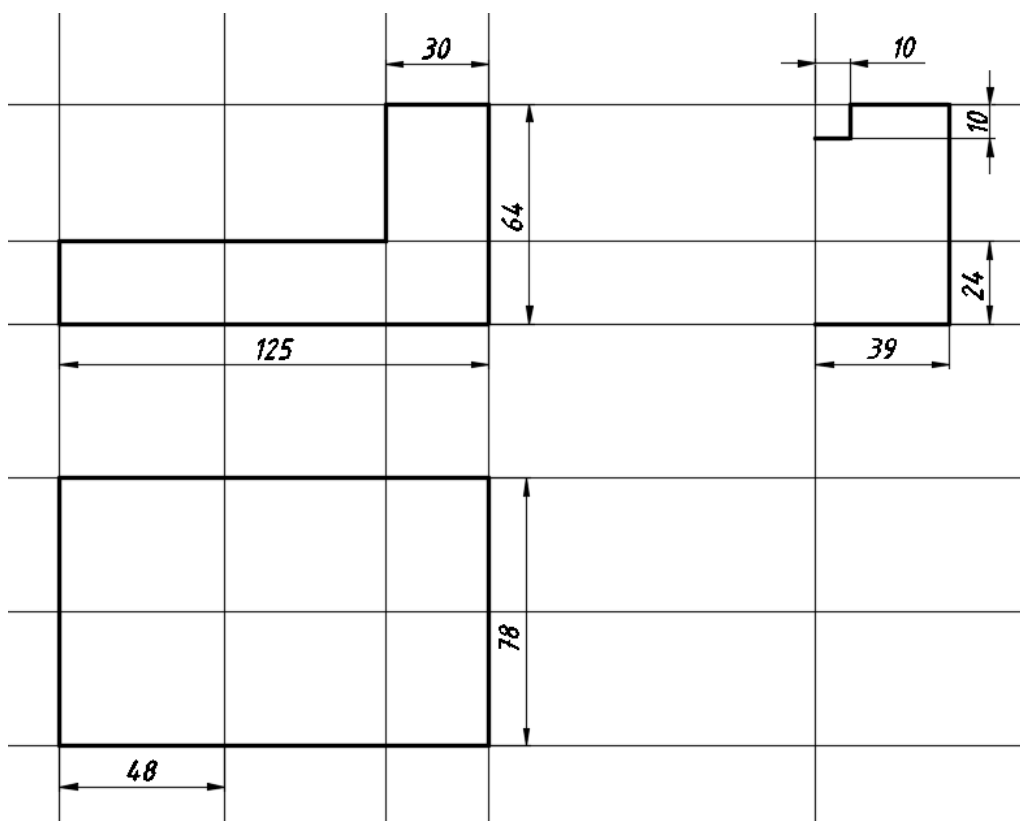

Рис. 4.4
3. Провести необходимые вспомогательные построения для формирования трех видов детали (рис. 4.4). Слой – **Вспомогательный**, команда **ПРЯМАЯ** (опции **Гор**, **Вер**, **Отступ**).
4. На слое **Контур** выполнить обводку внешнего контура вида сверху командой **ПОЛИЛИНИЯ** (объектная привязка **Пересечение**) без скруглений. Контур (прямоугольник) необходимо замкнуть (рис. 4.4).
5. Вычертить половину внешнего контура вида слева с полярным отслеживанием (или с авто-отслеживанием) на слое **Контур** командой **ПОЛИЛИНИЯ** (рис. 4.4).